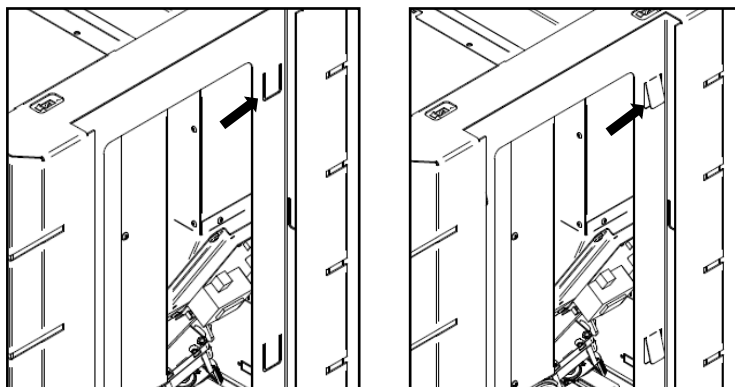

Figure 26 - Supports de la céramique et du verre
h) Pour la mise en place des parties en verre ou en céramique de l'équipement Kili, et avant de réaliser la procédure indiquée plus haut, vous devez plier les languettes se trouvant sur les habillages latéraux (Figure 26), afin de garantir que les pièces restent bien fixées à la structure. (Il faut plier 6 languettes)